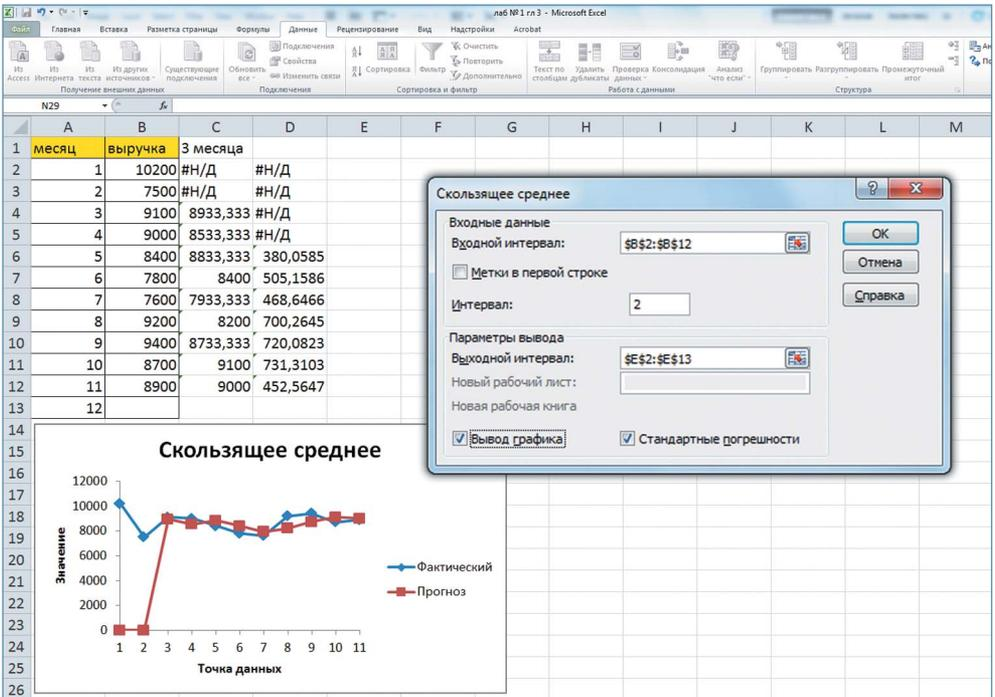

Рис. 16
5. Теперь выполним сглаживание за период в два месяца, чтобы определить, какой результат является более корректным. Для этих целей снова запускаем инструмент «Скользящее среднее» Пакета анализа (рис. 16).